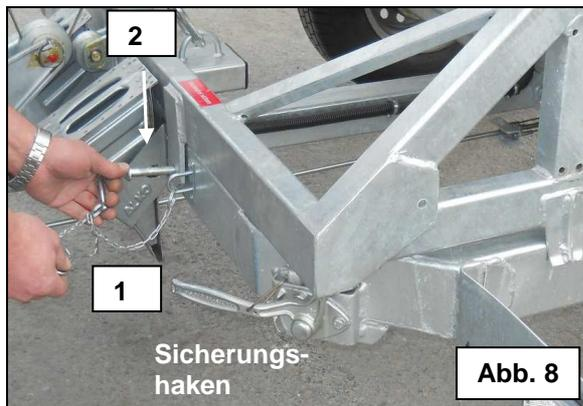

Abb. 8
Die zwei Sicherungshaken (1 Abb. 8) vom Verschluss lösen und die Sicherungsbolzen (2) aus dem Rahmen ziehen.